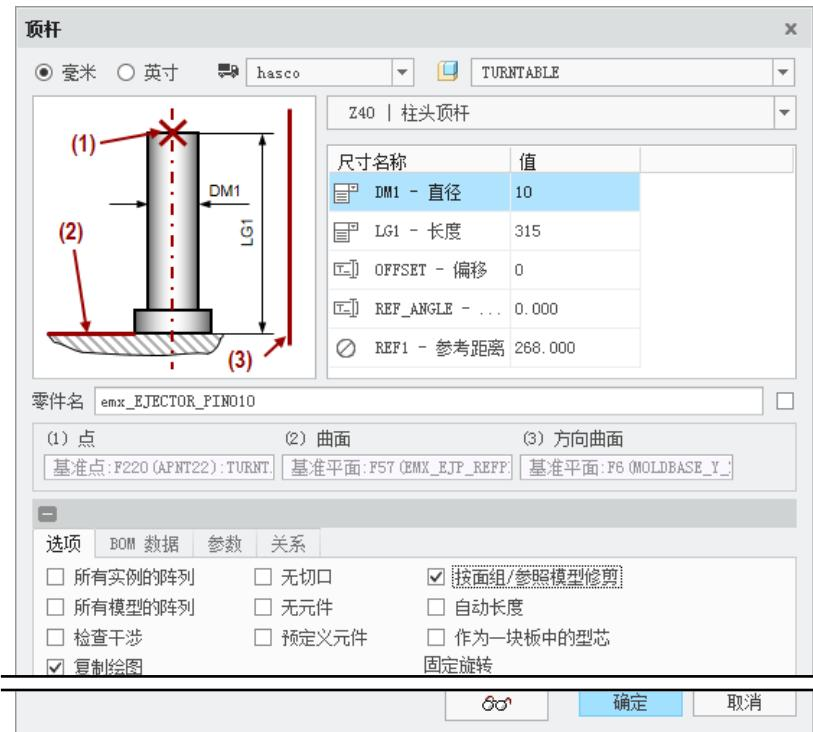

图 30.34 “顶杆”对话框
Step6. 定义顶杆。单击 **EMX 元件** 功能选项卡 **顶杆** ▾ 控制区域中的“顶杆”按钮 ，系统弹出“顶杆”对话框（图 30.34），在“顶杆”对话框 meusburger 的下拉列表中选择 hasco 选项，单击 (1) 点 下面区域的 **选取项目** 选项使其激活，此时系统弹出“选择”对
话框，选取 Step4 中创建的任意一点。系统弹出“EXE 警告”对话框，单击 **确定** 按钮，关闭对话框；定义顶杆直径为 10；定义顶杆长度为 315；在对话框中选中 按面组/参照模型修剪 复选框，如图 30.34 所示，然后单击 **确定** 按钮。